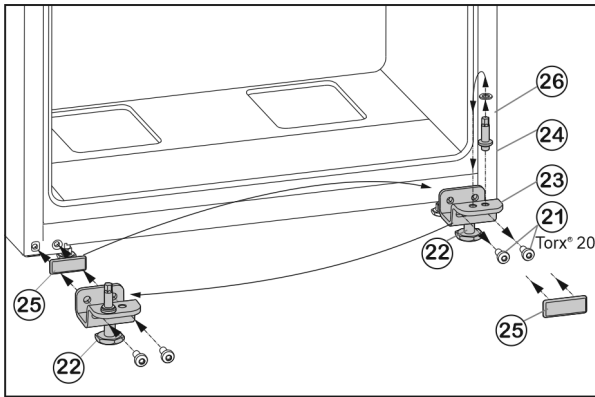

Fig. 9
- ▶ Upevňovací šrouby Fig. 9 (21) odšroubujte.
- ▶ Vyjměte spodní stojan ložiska Fig. 9 (23) i s ložiskovým čepem Fig. 9 (24), podložkou Fig. 9 (26) a seřizovací nožkou Fig. 9 (22).
- ▶ Ložiskový čep Fig. 9 (24) kompletně odšroubujte i s podložkou Fig. 9 (26), přemístěte do protilehlého upínacího otvoru stojanu ložiska a opět přišroubujte.
- ▶ Krycí desku Fig. 9 (25) opatrně sejměte a přemístěte ji na protější stranu.
- ▶ Dolní stojan ložiska Fig. 9 (23) opět kompletně, i s ložiskovým čepem Fig. 9 (24), podložkou Fig. 9 (26) a seřizovací nožkou Fig. 9 (22), případně s pomocí akumulátorového šroubováku **silou (4 Nm)** našroubujte na nové straně závěsu dveří.
- ▶ Dveře nasadte shora na ložiskový čep Fig. 9 (24).
- ▶ Seřizovací nožku Fig. 9 (22) na spodním stojanu ložiska Fig. 9 (23) vytáchejte, až dosedne na zem.